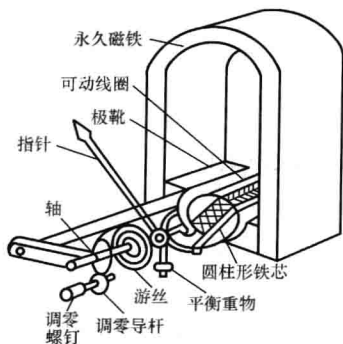

图 1-2 磁电式仪表测量机构
(1) 结构。磁电式仪表的测量机构如图 1-2 所示，主要由固定部分和可动部分组成。固定部分由永久磁铁、极靴和圆柱形铁芯构成。可动部分由绕制在铝框架上的可动线圈、转轴、指针、平衡重物、零位调节器及游丝构成。
(2) 工作原理。可动线圈在蹄形磁铁的内部，当被测电流通过线圈时，线圈受磁场力的作用产生电磁转矩而绕中心轴转动，中心轴带动指针偏转，指针偏转时又带动游丝